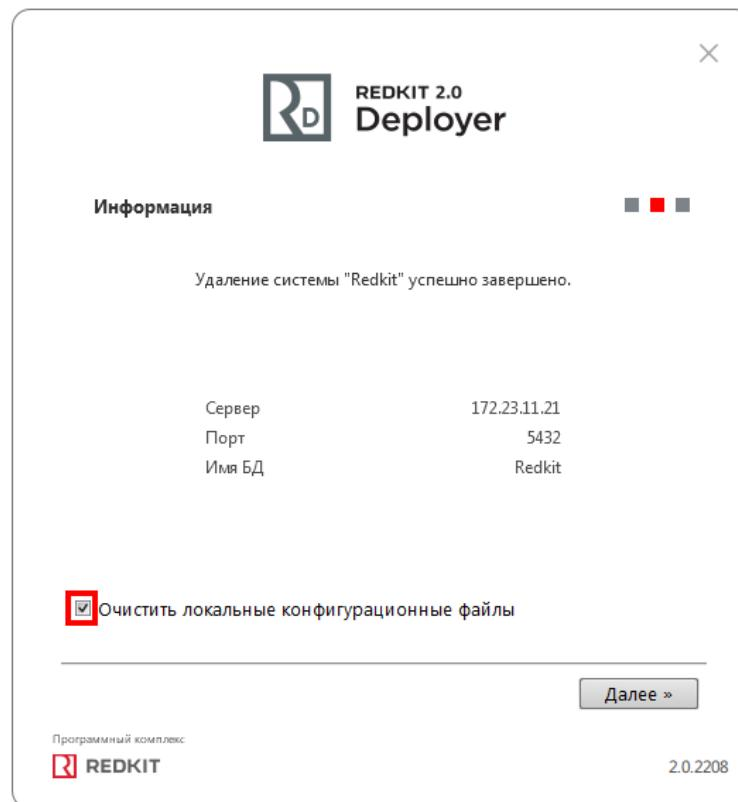

Рисунок 406 - Очистка конфигурационных файлов
- Если реквизиты указаны верно, появится окно с информацией об успешном удалении системы. При необходимости отметьте очистку конфигурационных файлов (Рисунок 406). Нажмите **Далее**.